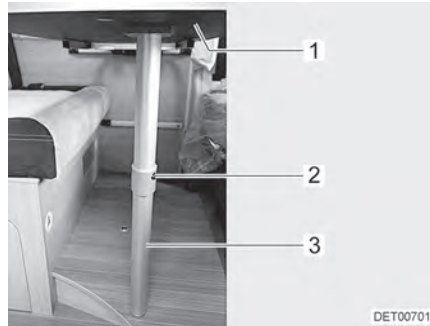

Bild 59 Sängbotten
- Lyft upp bordsskivan (Bild 59,1) något framtill.
- Tryck på låsknappen (Bild 59,2) och fäll upp den nedre delen av det ledade stödbenet (Bild 59,3) 90°.